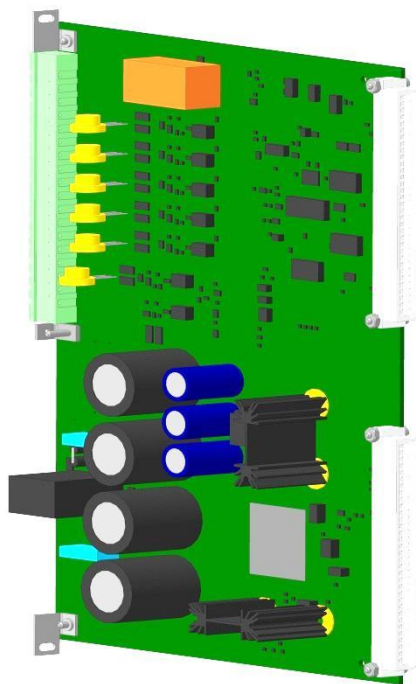

Рисунок 17 – Блок питания типа ПУ160Х(А)
4.3.1 При замене неисправного блока питания и управления (см. рисунок 17) следует руководствоваться таблицей допустимых замен (таблица Таблица 9).